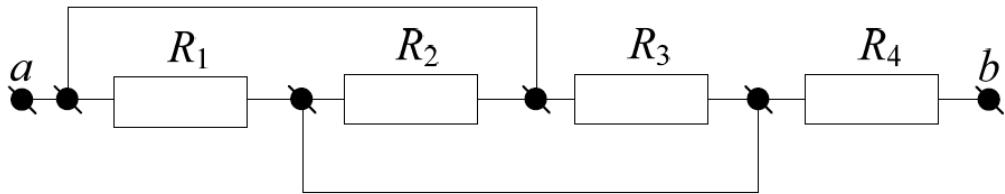

Рис. 5
1.3 В схеме рис. 5 определить эквивалентное сопротивление, если $R_1 = 2 \text{ Ом}$, $R_2 = 4 \text{ Ом}$, $R_3 = 2 \text{ Ом}$, $R_4 = 1,2 \text{ Ом}$.